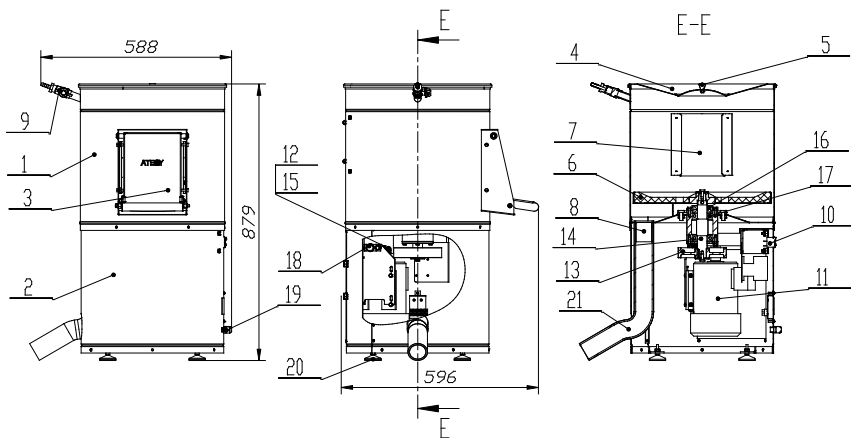

Рис.1
2.1. Общий вид картофелечистки (рис. 1)